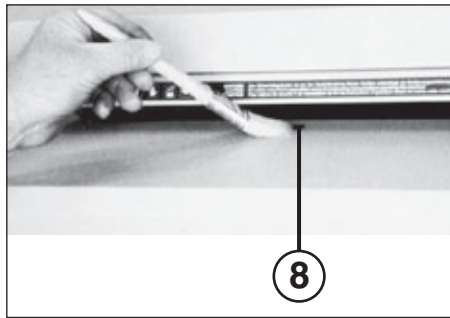

Fig. 4
8 = Fotocelle (fremad) (fig. 4)
RENGØRING AF FOTOCELLERNE (8) (fig. 4): Skulle der blive papirstykker liggende i papirsprækken (f.eks. efter papirophobning) er det muligt, at maskinen ikke stopper, da fotocellerne melder "optaget".